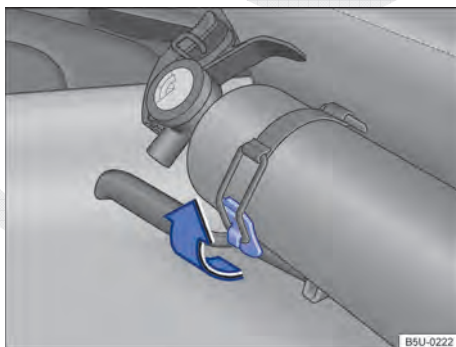

Fig. 151 No banco do condutor: extintor de incêndio.
- Soltar a abraçadeira de fixação, puxando-a para cima ⇒ **Fig. 151** no sentido da seta.